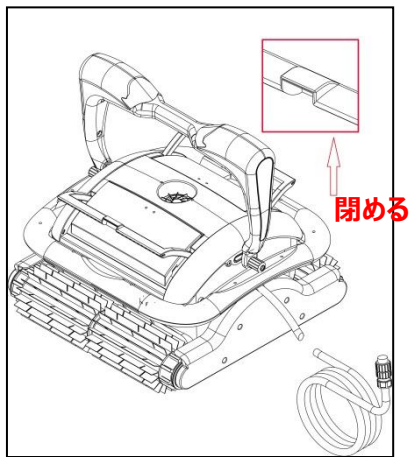
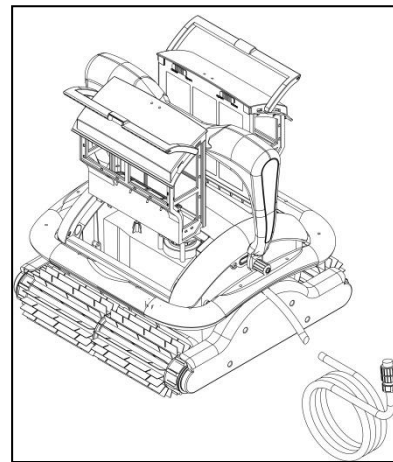
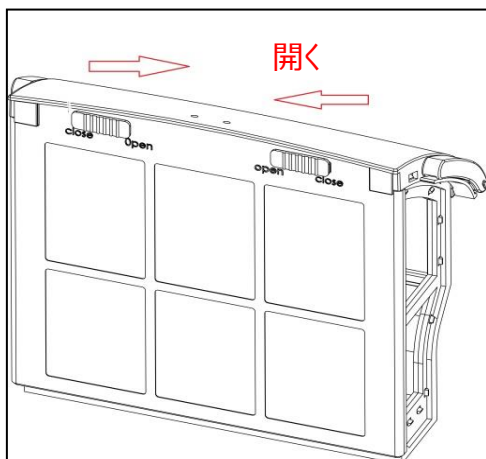
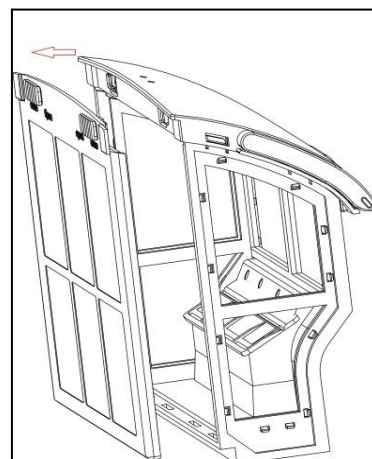

図 4-4
図 4-5
図 4-6
図 4-7
4.4.1 フィルターボックスの取出し：ロボットをプールの端に置き、ロックを開けて（図 4-4）、フィルターボックスを取り出します（図 4-5）。中のフィルターを取出して（図 4-6）、フィルター板を外す（図 4-7）。